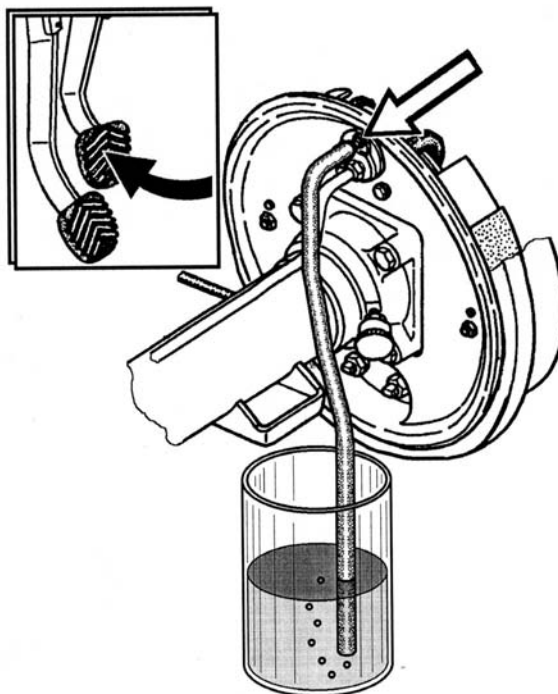

Рис.8.3.7. Прокачка цилиндра
- снять колпачок с клапана прокачки правого заднего цилиндра, установить и закрепить на клапане шланг для слива жидкости (рис. 8.3.7);